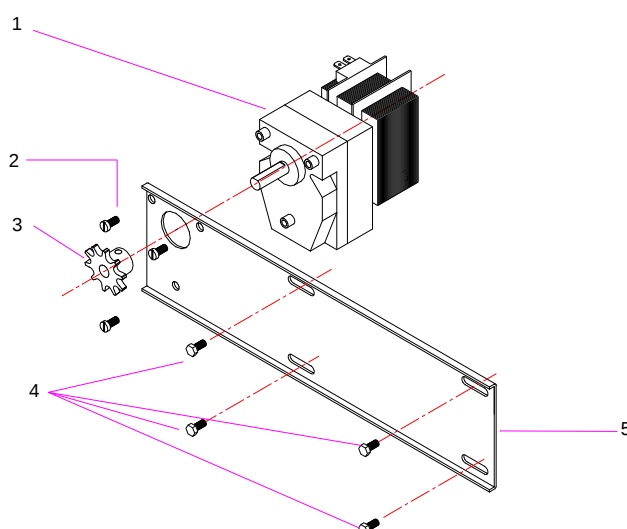

Fig. 10
- Aflojar los tornillos (4) **Fig 10**, para extraer la cadena que une el piñón (3) con el eje de primera espada.
- Una vez extraída la cadena soltar totalmente los tornillos (4) para sacar el soporte de motor (5) junto con el motor-reductor.
- Aflojar el tornillo que fija el piñón (3) al eje del motor-reductor para extraerlo del eje, suelte totalmente los tornillos (2) para desmontar el motor-reductor del soporte.